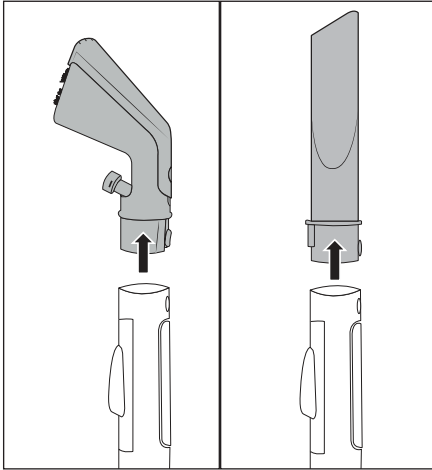

Bild 8
- ◆ Tryck på låsknappen 25/32 och dra loss textilmunstycket 22 eller fogmunstycket 29 från spray-/sugslangen 19 (se bild 8).